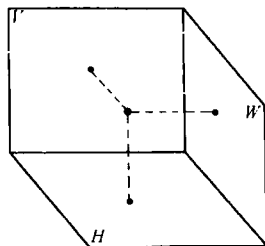

图 1-2 点的投影
(1) 一个点在空间各个投影面上的投影，总是一个点，见图 1-2。